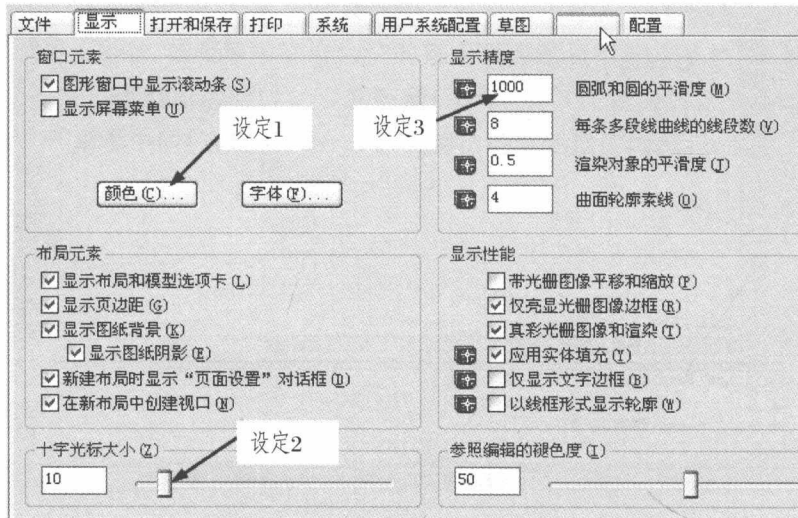

图 1-18
2. 显示:为常用的屏幕显示调整项,主要有三类设定,如图 1-18 所示。